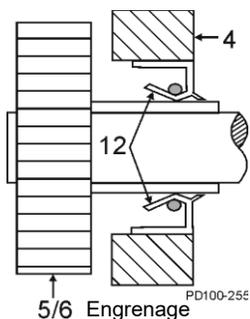

Figure 65 - Orientation de la garniture d'étanchéité à l'huile
2. Enfoncez la nouvelle garniture d'étanchéité à l'huile (figure 65, élément 12) dans le couvercle du carter d'engrenage (élément 4) en affleurant la face extérieure, le ressort étant orienté vers l'intérieur.